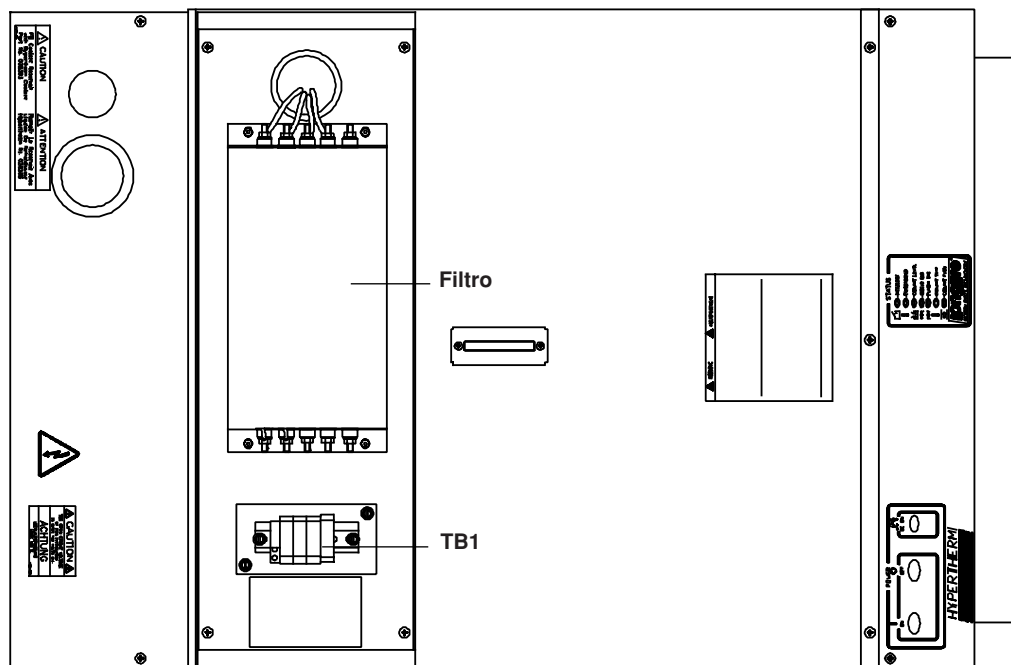

Figura a-2 Alimentatore HT2000 con il coperchio del filtro EMI rimosso – Vista dall'alto
2. Svitare le 4 viti di fissaggio del coperchio del filtro e togliere il coperchio per accedere ai collegamenti della tensione di ingresso sulla morsettiera TB1 (Fig. a-2).